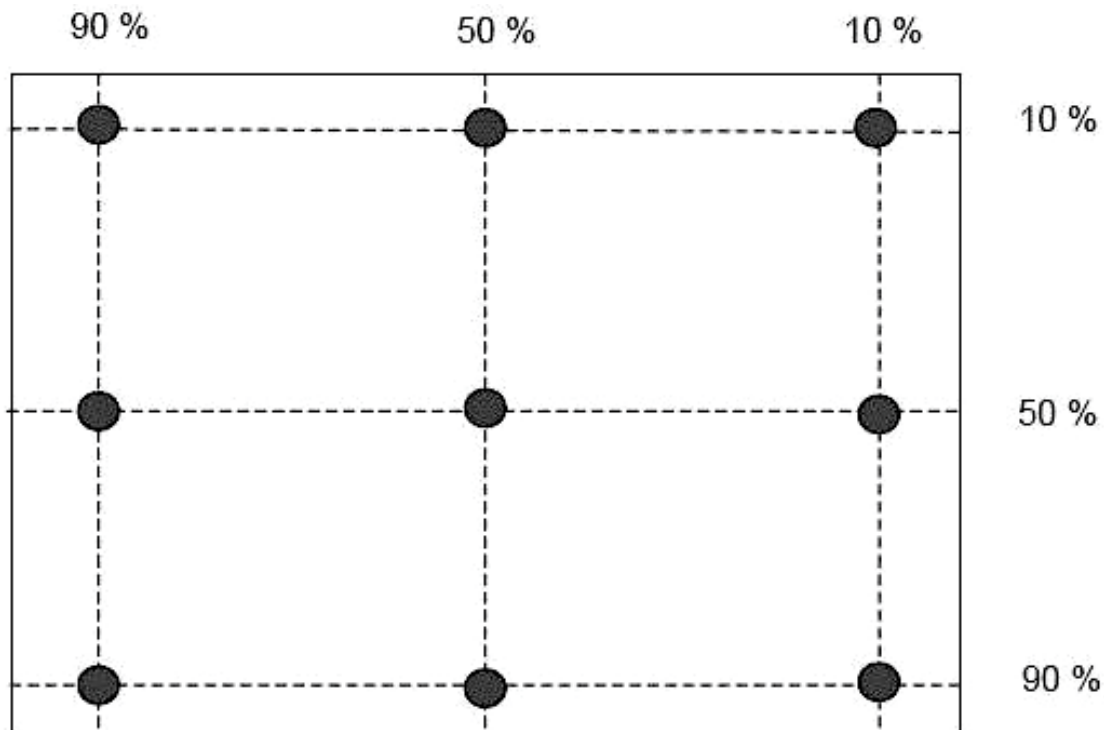

Рисунок 13. Расположение точек для измерения равномерности яркости дисплея
2. Для определение яркости белого (Lc) нужно измерить яркость уровня серого 255 в центральной точке, $LC=L(5)$ (см. рисунок 13 раздела «Приложение»).
3. Равномерность яркости белого на поверхности LCD-дисплея выражается как: $\Delta Y = \text{Минимальная яркость в 9 точках} / \text{Максимальная яркость в 9 точках}$ (см. рисунок 13 раздела «Приложение»).